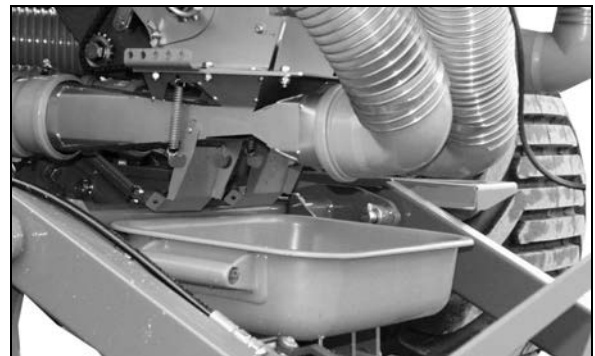

Fig. 100
- o Fig. 100: Abdrehwanne unter Saatgut-Dosierer.